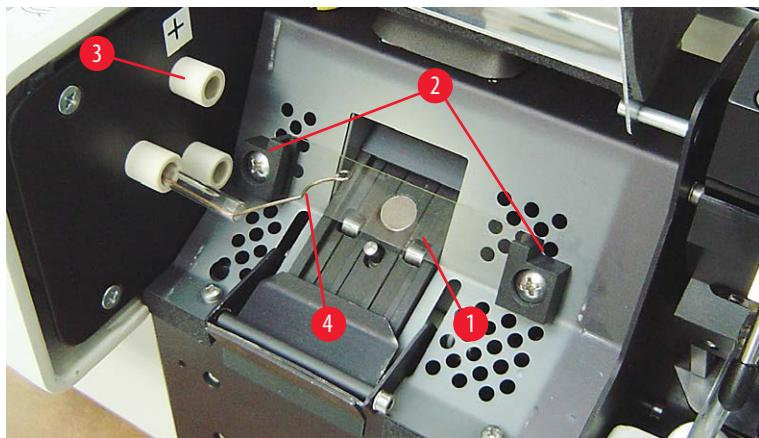

图 17
5. 确保拆除灯泡撞针 (→ "图 17-4") 的接触弹簧 (→ "图 16-2") (另请参见 (→ "图 17") 和 (→ "图 18-1") )。